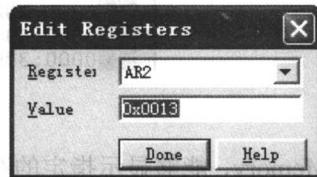

图 1.12 编辑寄存器对话框
- Register，能编辑指定寄存器中的值，包括 CPU 的寄存器和外围寄存器中的值。由于 Simulator 只能进行软件仿真，不支持外围寄存器，故不能在 Simulator 中编辑外设寄存器的内容，但能在 Emulator 中对外设寄存器进行管理。单击此命令，将出现如图 1.12 所示的对话框。